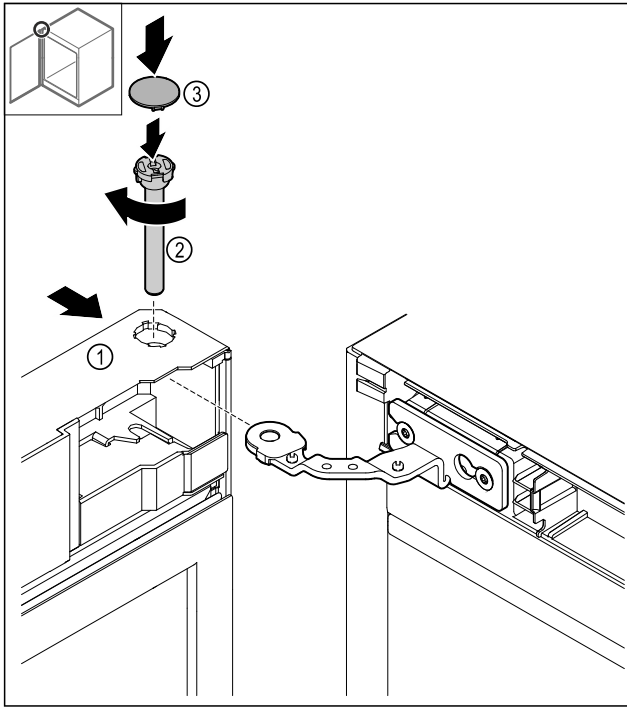

Fig. 50
- Насуньте двері Fig. 50 (1) на шарнір у напрямку згори донизу.
- Вставте палець Fig. 50 (2) і затягніть його за годинниковою стрілкою.
- Установіть кожух Fig. 50 (4).